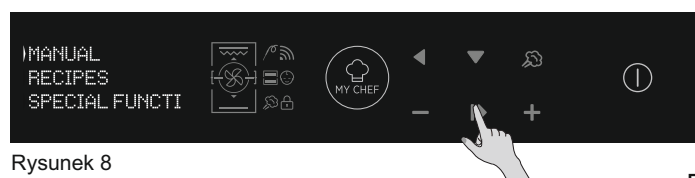

Rysunek 7
- Ustawić czas, naciskając przyciski PLUS i MINUS. Nacisnąć OK, aby kontynuować. (Rysunek 7)